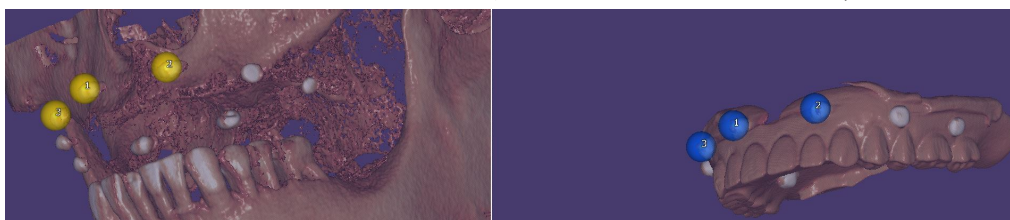

Abb. 10.10: Manuelle Marker-Erkennung in synchronisierter Hauptansicht
- **MARKER-ERKENNUNG STARTEN (1)**: Startet die automatische Markierererkennung. Wenn das Kontrollkästchen **AUTOMATISCHE AUSRICHTUNG NACH ERKENNUNG** aktiviert ist, startet exoplan automatisch die Markerausrichtung und fordert Sie auf, die Ausrichtung zu bewerten, wobei die gleichen Funktionen zur Verfügung stehen wie in Kapitel 10.2 beschrieben.
- **AUSRICHTUNG ANWENDEN (Expertenmodus) (2)**: Startet die Markerausrichtung und fordert Sie auf, die Ausrichtung zu bewerten, wobei die gleichen Funktionen zur Verfügung stehen wie in Kapitel 10.2 beschrieben. Im Wizard-Modus hat das Klicken auf **WEITER** die gleiche Wirkung.
- **AUTOMATISCHE AUSRICHTUNG NACH ERKENNUNG (3)**: Durch Deaktivieren dieses Kontrollkästchens wird verhindert, dass exoplan beim Klicken auf **MARKER-ERKENNUNG STARTEN (1)** automatisch die anschließende Auswertung der Ausrichtung einleitet.
- **OBERFLÄCHENSCHWELLENWERT PATIENT (4)**: Schieberegler zum Einstellen eines Schwellenwerts für die Oberflächenvisualisierung der CT-Daten des Patienten.
- **OBERFLÄCHENSCHWELLENWERT PROTHESE (5)**: Schieberegler zum Einstellen eines Schwellenwerts für Oberflächenvisualisierung der Prothesen-CT-Daten.
- **GETEILTE ANSICHT SYNCHRONISIEREN (6)**: Deaktivieren Sie dieses Kontrollkästchen, um die synchronisierte geteilte Ansicht zu deaktivieren. Sie können dann beide Ansichten einzeln verschieben und drehen.
- **MARKER HINZUFÜGEN (7)**: Fügen Sie Markierungen hinzu, die bei der Ausrichtung berücksichtigt werden sollen. Klicken Sie abwechselnd auf die CT-Daten des Patienten und der Prothese, um Markerpaaire zu definieren, wobei jedes Paar aus einem Punkt auf dem CT-Datensatz des Patienten und einem entsprechenden Punkt auf dem CT-Datensatz der Prothese besteht (siehe Abbildung 10.10). Halten Sie **STRG** gedrückt, während Sie auf einen der CT-Datensätze klicken, um eine Markierung zu entfernen. Sie müssen mindestens drei Markerpaaire definieren, um die Ausrichtung zu starten.
- **MARKER ENTFERNEN (8)**: Entfernen Sie Markierungen, indem Sie auf einen der CT-Datensätze klicken. Halten Sie **STRG** gedrückt, um einen Marker in einem der CT-Datensätze hinzuzufügen.
- Der Bereich **ZUSAMMENFASSUNG (9)** liefert eine Markeranzahl für beide CT-Datensätze und listet die Anzahl der korrelierenden Marker auf (wenn Sie mindestens drei Markerpaaire definiert haben).